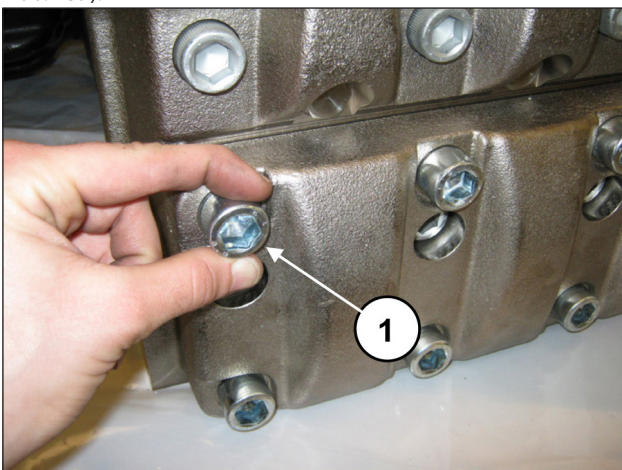
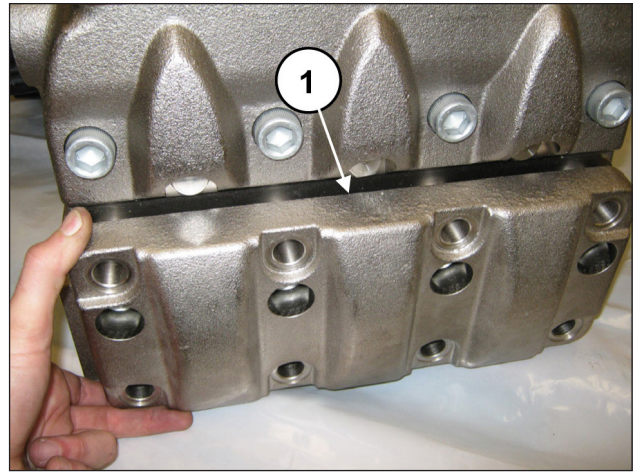

Abb. 138
Abb. 139
Lösen Sie die 8 Schrauben M18x65 des Saugventildeckels (Pos. ①, Abb. 138) und nehmen Sie den Deckel ab (Pos. ①, Abb. 139).